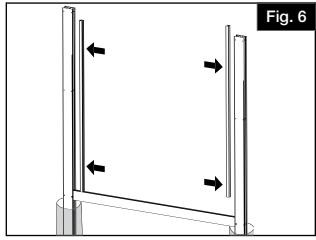

Fig. 6
3. Encazar las tiras adaptadoras en los canales del poste en ambos postes (Fig. 6).
Colocar el travesaño inferior dentro del primer poste, apoyándolo sobre los bloques espaciadores de 2" (5,08 cm) (Fig. 5). Fijar el travesaño inferior con dos tornillos de cabeza hexagonal de $\frac{3}{4}$ " en la pequeña ranura en el poste (Fig. 6).